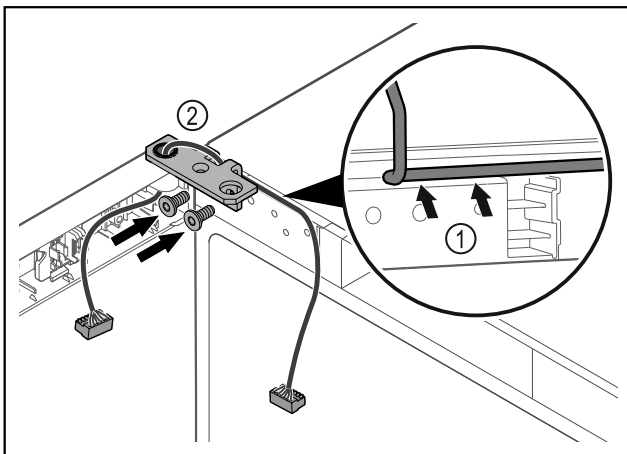

Fig. 58
- ▶ Prakiškite laidą pro šarnyrinio kampuočio angą ir atsargiai nutieskite Fig. 58 (1).
- ▶ Prisukite šarnyrinį kampuočių Fig. 58 (2).